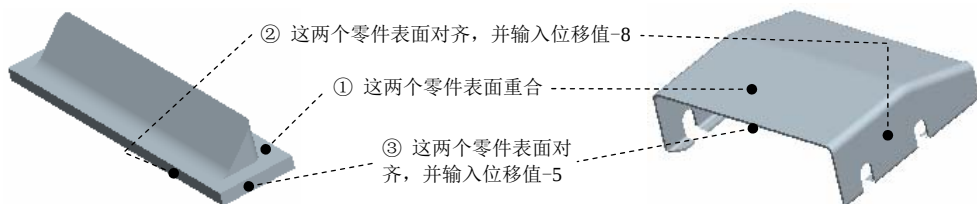

图 11.6.50 定义成形模具的放置
- (1) 选择命令。单击 **模型** 功能选项卡 **工程** 区域下的  凸模 按钮。
- (2) 选择模具文件。在系统弹出的“凸模”操控板中单击按钮，系统弹出文件“打开”对话框，选择 D:\creo2.1\work\ch11\ch11.6 目录下的 sm_die.prt 文件为成形模具，并将其打开。
- (3) 定义成形模具的放置。单击操控板中的 **放置** 选项卡，在弹出的界面中选中  约束已启用 复选框并添加图 11.6.50 所示的三组位置约束。